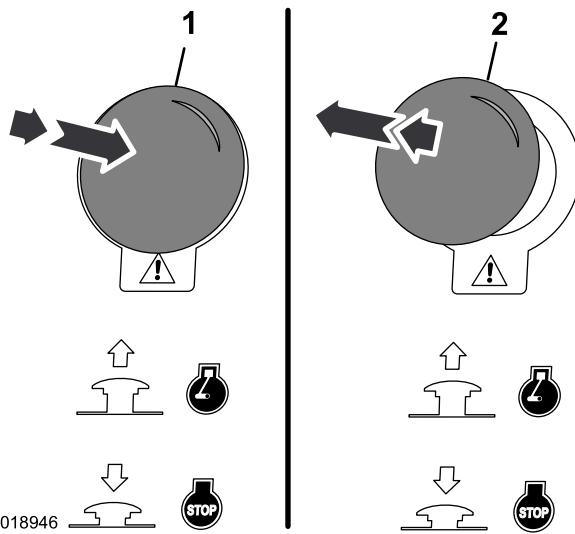

Figura 15
2. Tire hacia arriba del botón de parada de emergencia para reanudar la operación normal de la máquina (Figura 15).
1. Presione hacia abajo el botón de parada de emergencia para parar la máquina inmediatamente (Figura 15).